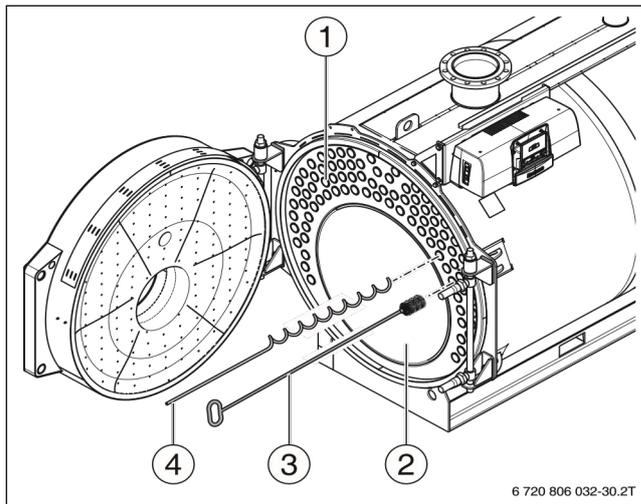

Рисунок 23 Чистка поверхностей нагрева
- ▶ Удалите остатки продуктов горения из топочной камеры (→ Рисунок 23, стр. 32), газоотводящих каналов, а также из сборного коллектора дымовых газов и отвода конденсата.